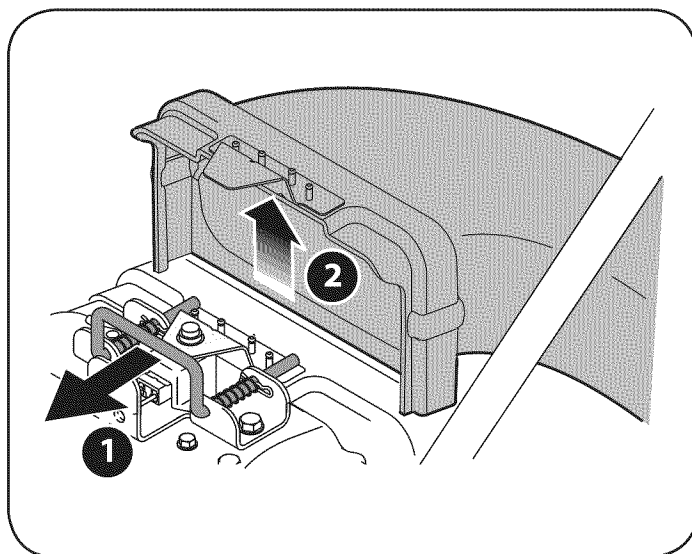

Figura 17
1. Tome el canal de soplado con una mano y tire de la varilla de seguridad del soporte de montaje hacia el motor con la otra mano para soltarlo. Consulte la Figura 17.